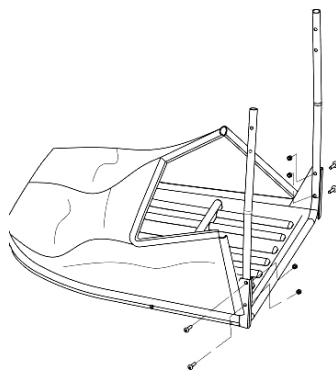

Рис. 9
- Поместите вертикально передний кронштейн внутрь травосборника, прикрутите его при помощи прилагаемых винтов и гаек (Рис. 9).